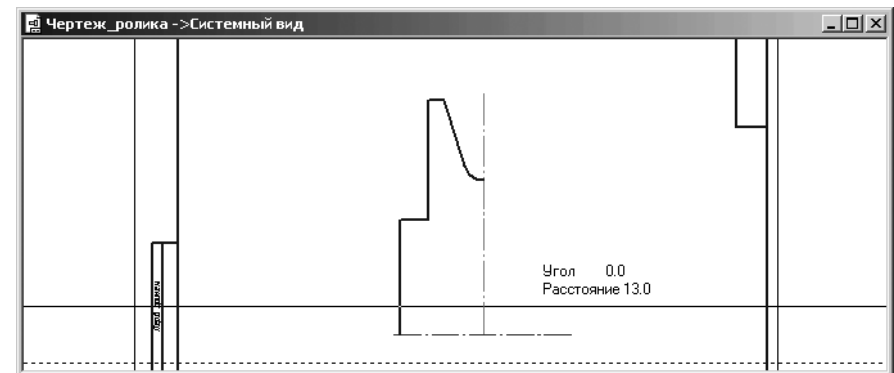

Рис. 4.22. Фантом вспомогательных параллельных линий
- щелкните по горизонтальной осевой линии – линии, относительно которой будет построена параллельная ей вспомогательная линия – основа для дальнейшего построения линии отверстия в ролике. Появится фантом вспомогательных параллельных линий (рис. 4.22).